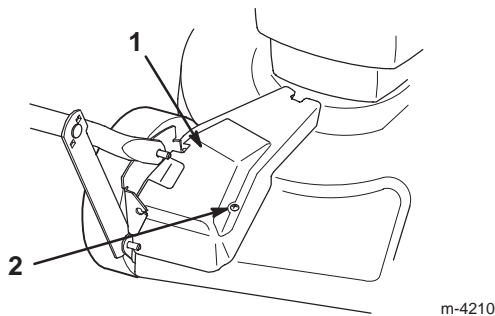

Figure 26
1. Moteur éteint, retirer le boulon de fixation du carter de courroie (Fig. 26) et déposer le carter de courroie.